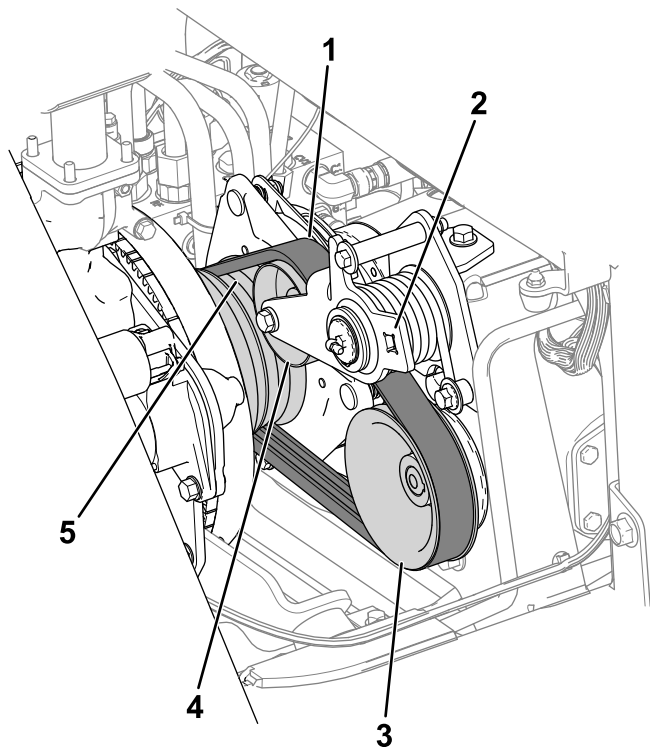

Рисунок 76
3. Установите ремень на шкив двигателя, натяжной ролик и шкив насоса (Рисунок 76).